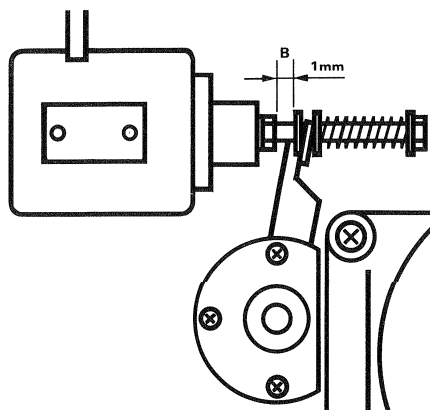

Fig. 4.3.-2
- Par l'intermédiaire d'un fil de nylon fixé d'une part sur l'axe du galet presseur (éventuellement dévissez le couvercle de l'axe) et d'autre part à un dynamomètre. Tirez le bras dans la direction A (fig. 4.3.-1) jusqu'à ce que le galet presseur décolle de l'axe de cabestan. Le dynamomètre doit alors indiquer $13 \text{ N} \pm 1 \text{ N}$ ($1,3 \text{ kp} \pm 0,1 \text{ kp}$).
- Andruckkraft kontrollieren und wenn nötig mit Schraube C justieren. (Fig. 4.3.-2).